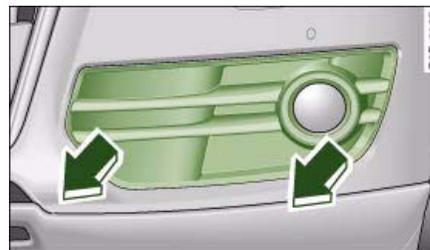

Fig. 256 Embellecedor del faro antiniebla
- Retire el embellecedor ⇒ fig. 256 (tire con cuidado en la dirección correspondiente de la flecha). ►